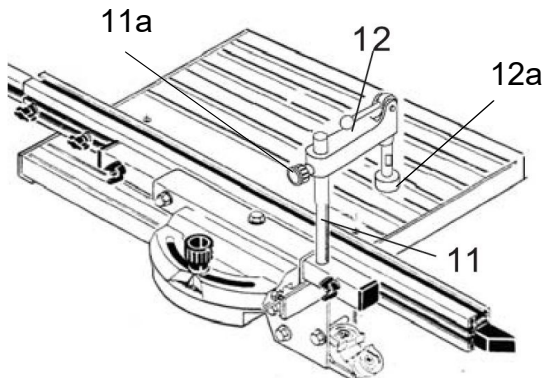

Abb. 23: Werkstück-Spannvorrichtung montieren
- Schritt 1:** Stange in die dafür vorgesehene Aufnahmebohrung am Anschlagrohr stecken (siehe Abb. 23). Die Stange wird von unten mit der mitgelieferten Senkkopfschraube befestigt.